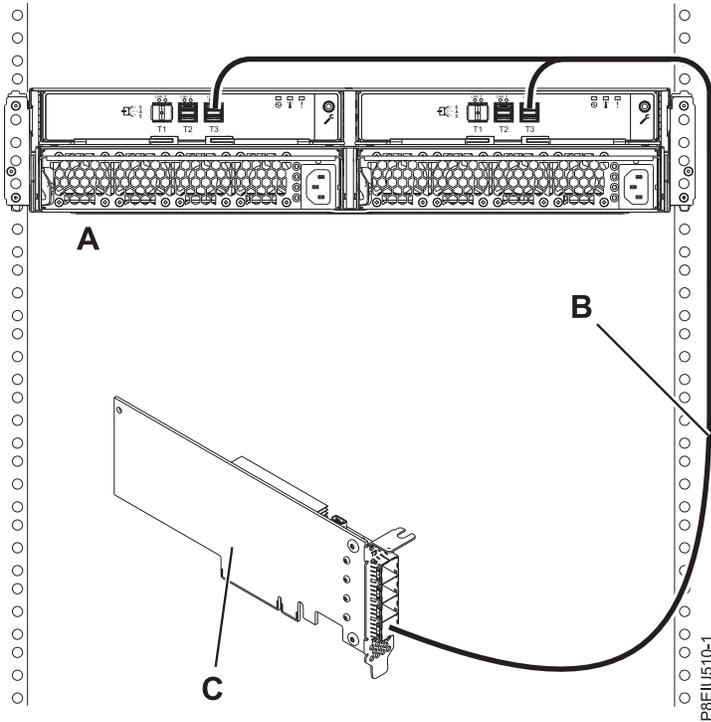

Figure 14. Connexion de mode 1 d'une armoire de stockage ESLL ou ESLS avec un câble YO12 à un adaptateur SAS FC EJ0J ou FC EJ0M unique
14. Etablissez une connexion de mode 1 d'une armoire (A) avec un câble YO12 (B) à un adaptateur SAS FC EJ0J ou FC EJ0M unique (C), comme illustré dans la figure 14, à la page 17, puis passez à l'étape «Connexion des câbles et des cordons d'alimentation et installation des capots», à la page 24.